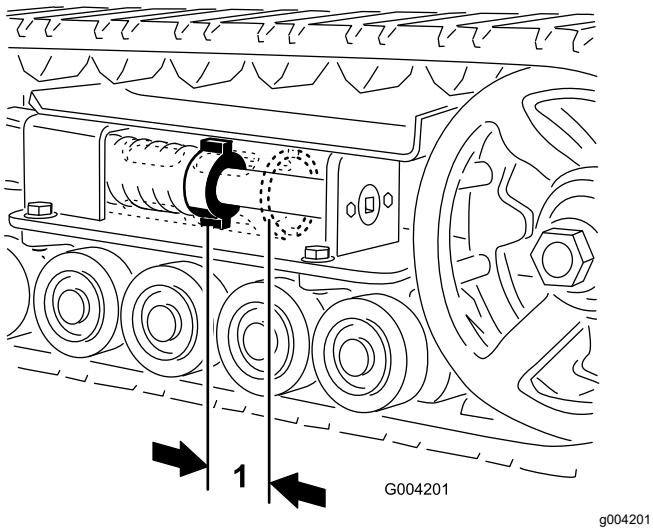

Figura 46
5. Usando una llave de carraca de $\frac{1}{2}$ ", gire el tornillo tensor en sentido antihorario hasta que la distancia entre la tuerca tensora y la parte de atrás del tubo tensor (Figura 46) sea de 7 cm.
Debe haber una holgura de 7 cm entre la tuerca tensora y la parte de atrás del tubo tensor (Figura 46). Si no es así, ajuste la tensión de las orugas usando el procedimiento siguiente:
12. Gire el tornillo tensor en sentido antihorario hasta que la distancia entre la tuerca tensora y la parte de atrás del tubo tensor (Figura 46) sea de 7 cm.
18. Gire el tornillo tensor en sentido antihorario hasta que la distancia entre la tuerca tensora y la parte de atrás del tubo tensor (Figura 46) sea de 7 cm.